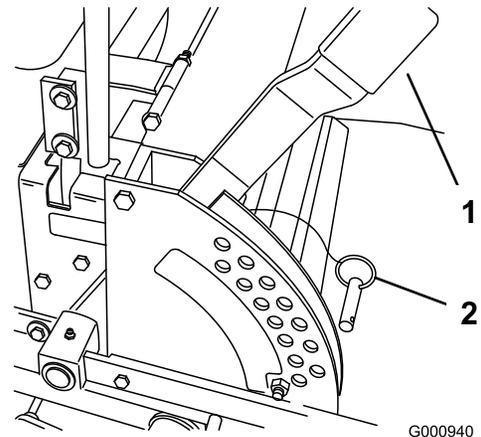

Figure 18
1. Relevez le levier de sélection de hauteur de coupe en position de transport (qui correspond aussi à la hauteur de coupe de 127 mm [5 po]) (Figure 18).
2. Pour changer de hauteur de coupe, retirez l'axe de chape du support de hauteur de coupe (Figure 18).
3. Placez l'axe de chape dans le trou du support correspondant à la hauteur de coupe voulue (Figure 18).